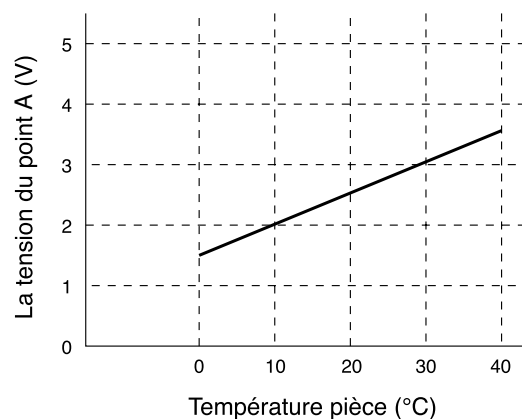

Fig. 3-2
Selon la température de la pièce, la tension du point (A) est la même que celle montrée sur la Figure 3-2.